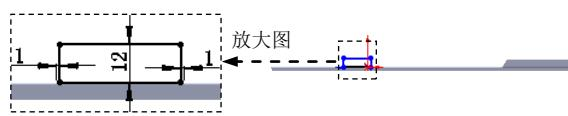

图 17.10.97 横断面草图
(4) 定义释放槽参数。单击选中 **自定义释放槽类型(R)** 复选框，在此区域中的下拉列表中选择 **矩形** 选项；单击选中此区域中的 **使用释放槽比例(A)** 复选框，并在 **比例(I):** 文本框中输入 2。
(5) 单击 按钮，完成边线一法兰 5 的初步创建。
(6) 编辑边线一法兰 5 的草图。在设计树的 **边线-法兰5** 上右击，在系统弹出的快捷菜单上单击 命令，系统进入草图环境。绘制图 17.10.97 所示的横断面草图。退出草图环境，此时系统完成边线一法兰 5 的创建。